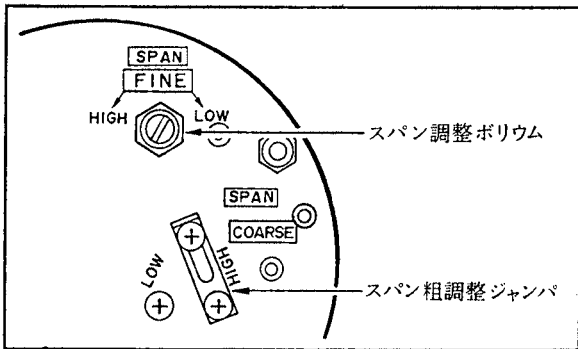
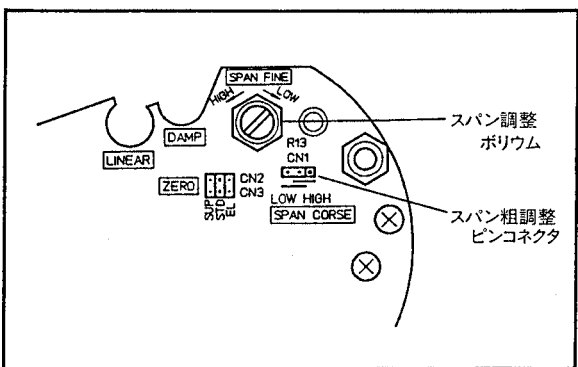

図6.2.1 スパン調整部 (I形アンプユニット)
図6.2.2 スパン調整部 (II形アンプユニット)
- (1) 測定レンジの 0 % を正または負方向に遷移している場合は、遷移量を零にします (6.6 項参照)。
- (2) スパン粗調整ジャンパ (またはピンコネクタ) を HIGH の位置に固定します (図 6.2.1 および図 6.2.2 参照)。
- (2) スパン粗調整ジャンパ(またはピンコネクタ)を、HIGHまたはLOWのいずれかに固定します(図6.2.1および図6.2.2参照)